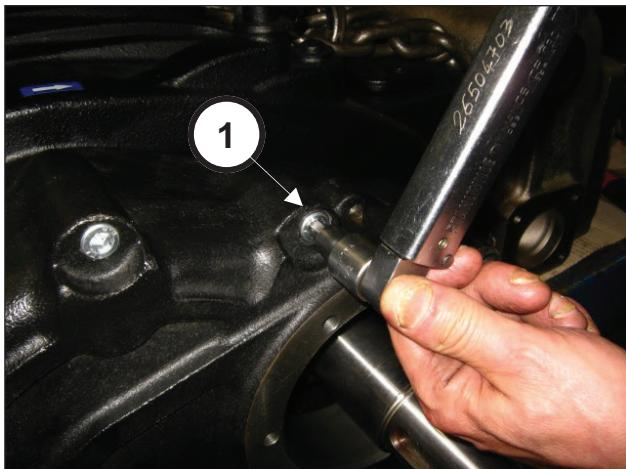

图 73
安装减速机盖（①，图 72）并通过10个M10x50螺栓将之固定（①，图 73）。